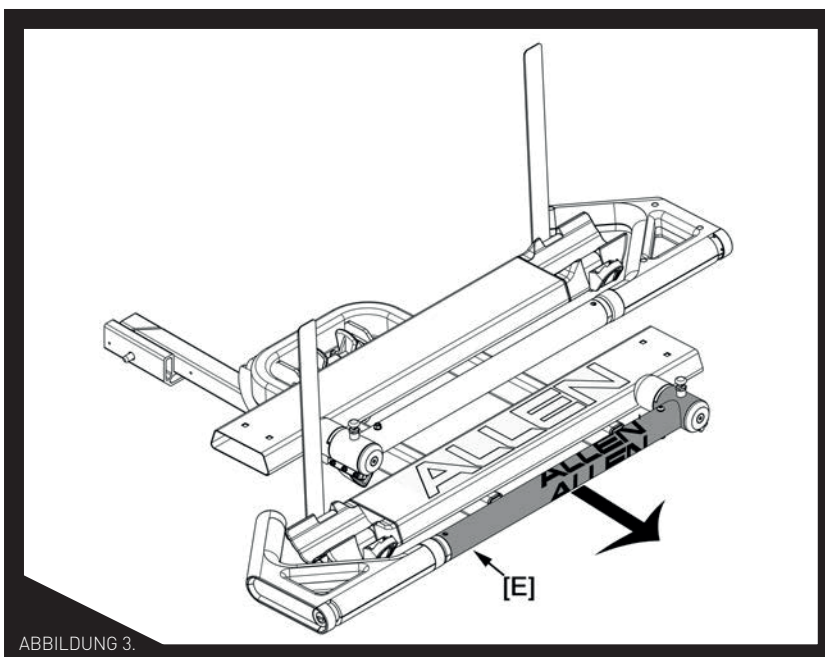

ABBILDUNG 3.
**WICHTIG!** Wie in Abbildung 3 abgebildet, sollte die Fahrradhalterung mit dem Haltearm [E] in Richtung des offenen Endes der U-Stütze montiert werden
2. Schwenken Sie den Fahrradhaltearm nach oben, bis die Hakenauflage 1 Zoll oder weniger von den Bremsen oder der Vorgabel entfernt ist - siehe Abb. 3